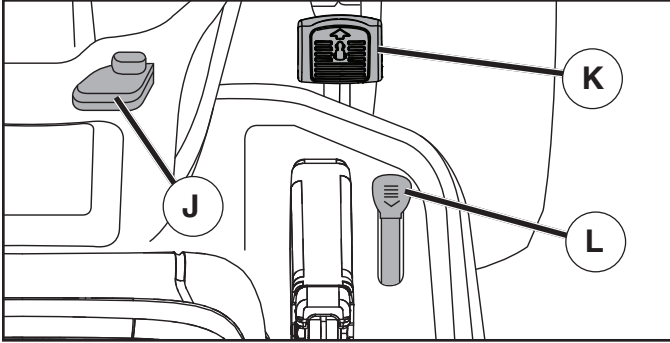

Fig. 9
MOVERSE HACIA ADELANTE Y HACIA ATRÁS (Vea Fig. 9)
UTILIZAR EL MANDO CRUCERO (J) (Vea Fig. 9)